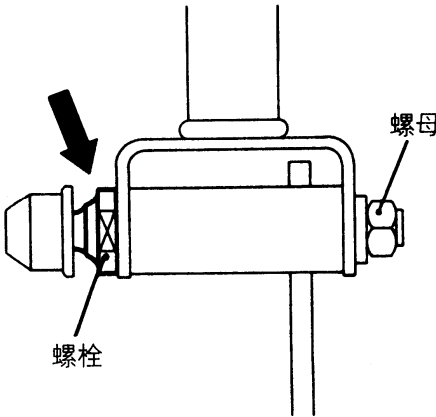

图 3-30 拆卸螺母和螺栓
(1) 拆卸螺母和螺栓时，如图 3-30 所示，在拆下螺母时，一定要使螺栓位于它自己的槽内。